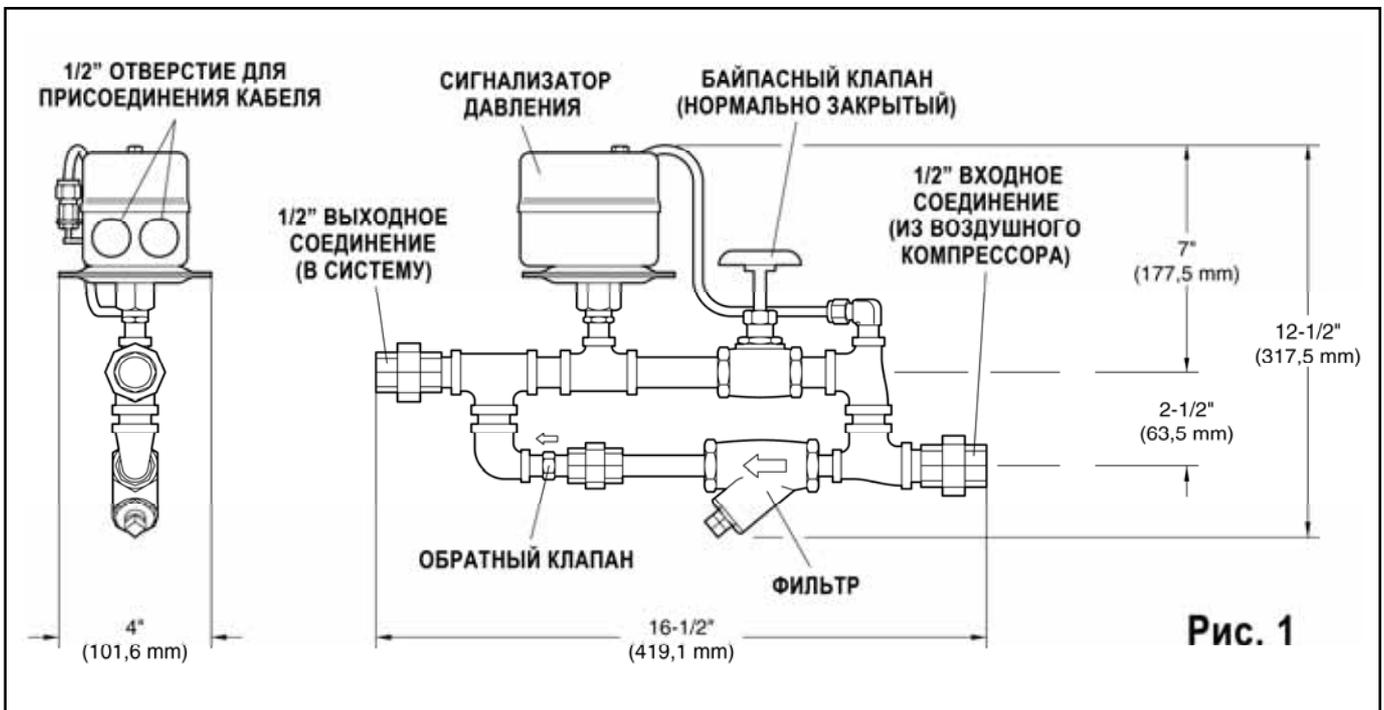

Рис. 1
**Узел:** основные компоненты, приведенные на рис. 1, собираются на заводе с оцинкованными патрубками и фитингами из ковкого железа.